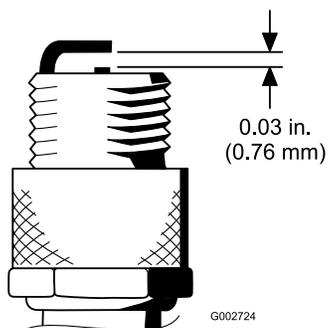

Figure 27
- Régalez l'écartement entre les électrodes centrale et latérale à 0,76 mm ; voir Figure 27. Montez la bougie avec l'écartement correct et un joint d'étanchéité, et serrez-la à 23 N·m. À défaut de clé dynamométrique, serrez fermement la bougie.